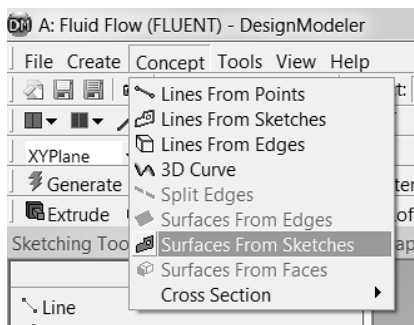

Рис. 1.15
- 1) Для создания поверхности выбираем в меню Concept, а затем Surface From Sketches, как показано на рис. 1.15.